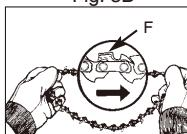

Fig. 3D
7. Spre kjeden ut langs kuttekantene (F) på kjeden mot ROTERINGSRETNINGEN (Fig. 3D).